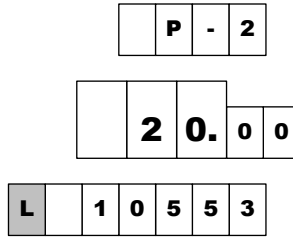

Рисунок 2
9.5 Предусмотрен режим работы, когда на табло вместо суммы к оплате отображается значение суммарного счетчика рукава с мигающим символом **"L"** в старшем разряде, а вместо цены за литр – номера рукава с символами **"P-"** (рис. 2).